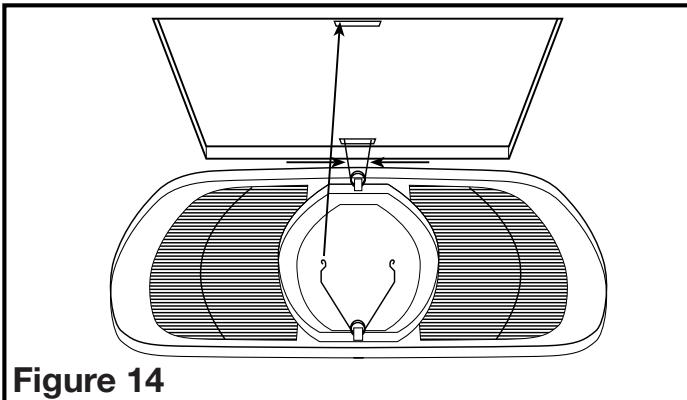

Figure 14
6. Installez la grille (avec réflecteur) en pressant les deux extrémités des ressorts en même temps et en les installant dans les fentes sur le logement du ventilateur. Poussez la grille vers le haut en position (**Figure 14**).